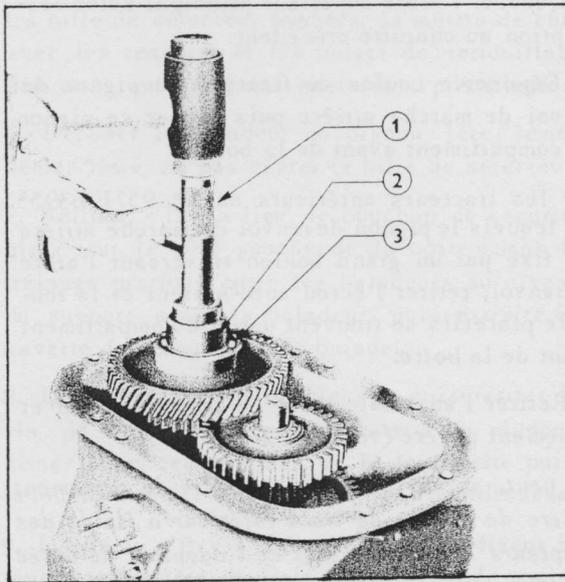

Fig. 25 = Pose du Roulement Avant d'Arbre de train inférieur
11. Positionner le pignon double d'arbre de train inférieur le pignon le plus petit étant tourné vers l'intérieur, puis monter le roulement avant à l'aide de l'Outil N° T.7069 et de la poignée 550 (voir Fig.25)